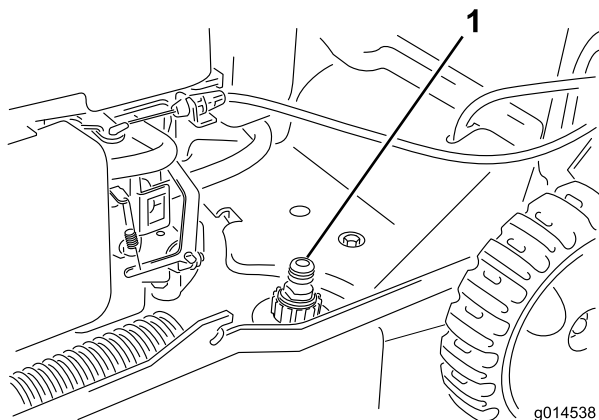

Figura 27
3. Introduzca una manguera de jardín conectada a un grifo en el orificio de lavado de la carcasa del cortacésped (Figura 27).